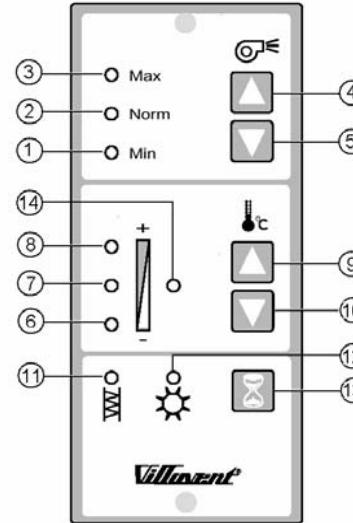

Fig. 11
1. Wählen sie Lüfterstufe „Norm“ (hoch, niedrig) auf der Fernbed. (Fig. 11)
1. Choose airflow at normal fan speed (high/low) on the control panel (fig. 11).
4. Stellen Sie die Standzeit der Filter (Fig. 11) ein. Werkseitig sind 9 Monate eingestellt. Diese Einstellung ist zweckmäßig in Gegenden mit „normaler“ Außenluft. Bei verschmutzter Außenluft (Verkehr, Industrie) ist ein Filterwechsel alle 6 Monate ratsam. Bei guter Luftqualität genügt ein Wechsel alle 12 Monate. Spätestens beim 1. Filterwechsel kann die vorh. Luftqualität einschätzen. Bei stark verschmutztem Filter ist die Standzeit zu verkürzen, bei nur leicht verschmutztem Filter zu verlängern. Um die Standzeit zu verändern drücken Sie gleichzeitig die Tasten (13) + (9) oder (13) + (10). Die Einstellung ist gespeichert wenn die Lampe (14) blinks und die folgende Lampe leuchtet :
- Lampe (6) für 6 Monate Standzeit (Wechselintervall)
- Lampe (7) für 9 Monate Standzeit
- Lampe (8) für 12 Monate Standzeit